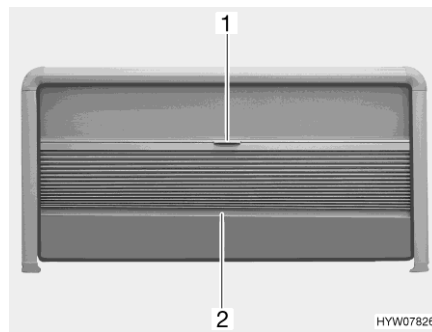

Fig. 27 Tendina oscurante pieghevole e zanzariera a rullo (finestra apribile)
- Afferrare la tendina oscurante pieghevole al centro dell'asta di chiusura (Fig. 27,2) e tirare delicatamente verso il basso.
- Tenere la parte centrale dell'asta di chiusura (Fig. 27,2) della tendina oscurante pieghevole e spingere quest'ultima verso l'alto con cautela.
- Tirare la zanzariera a rullo verso il basso utilizzando la maniglia (Fig. 27,1).
- Spingere la zanzariera a rullo completamente verso l'alto utilizzando la maniglia (Fig. 27,1).